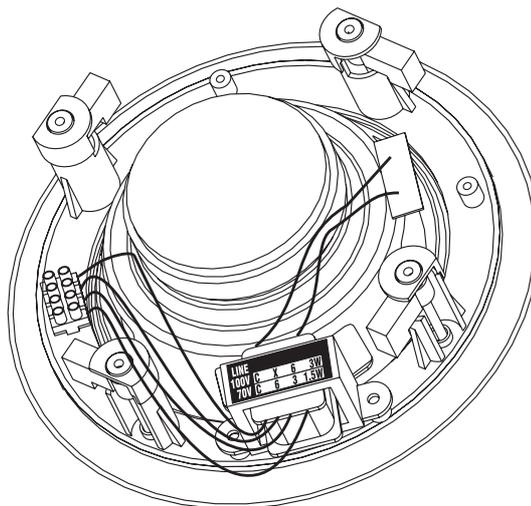

Figura 10 – terminales para selección de potencia en **CL-5-T**
**3.-** Conexión de terminales: realizar la conexión entre los terminales de los cables con las bornas de presión del altavoz, cuidando mantener correctamente la polaridad. Para insertar los cables en las bornas, presione éstas para que quede accesible el orificio donde insertar el terminal; una vez hecho esto deje de hacer presión y el cable habrá quedado fijado. Para el modelo **CL-5-T** se ha de seleccionar en primer lugar la potencia a la que va a trabajar el altavoz teniendo presente la tensión de alimentación; una vez hecho esto se han de conectar los terminales correspondientes a la potencia seleccionada (ver figura 10).